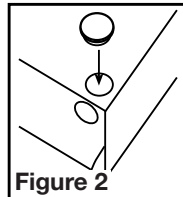

Figure 2
- Select the most convenient electrical knockout hole and insert the knockout plug into the 2nd knockout hole (**Figure 2**).
- Choisissez le trou électrique défonçable le plus commode et insérez le bouchon dans le 2ème trou défonçable (**Figure 2**).